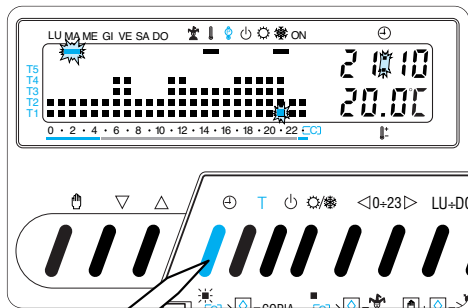

Fig. 24
5.7 - Premere il pulsante \oplus per terminare la procedura di impostazione ora e giorno (fig. 24). I due punti fra ore e minuti lampeggeranno confermando la conclusione dell'operazione.